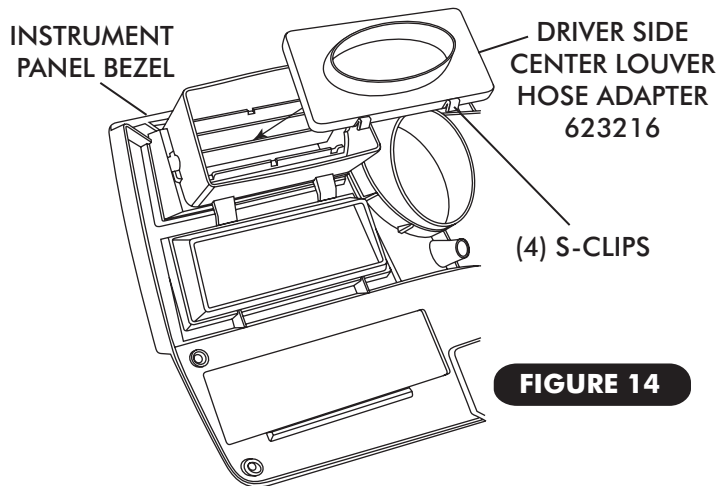

FIGURE 14
- ☐ INSTALL (4) S-CLIPS ON DRIVER SIDE CENTER LOUVER HOSE ADAPTER (SEE FIGURE 14, BELOW).
- ☐ INSTALL DRIVER SIDE CENTER LOUVER HOSE ADAPTER IN CENTER LOUVER AS SHOWN BELOW IN FIGURE 14.